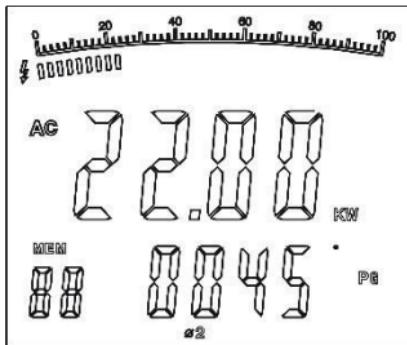

Рис. 9
2. После завершения измерения мощности 1-й фазы нажать **SEL**, чтобы выбрать **φ2**. На двухуровневом экране отображается значение активной мощности кВт и угла фазы PG второй фазы **2**, как показано на рис. 9